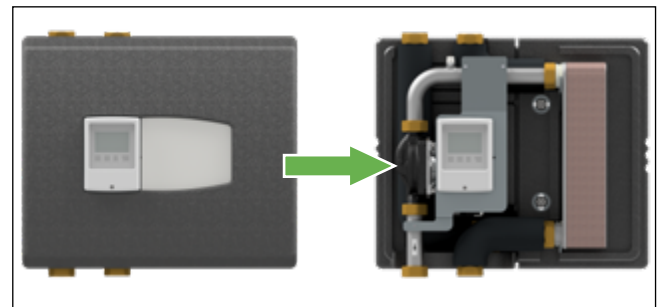

Abb. 8-1: Demontage der vorderen Verkleidung
2. Demontieren Sie die vordere Verkleidung der Frischwasserstation (Abb. 8-1 auf Seite 11).